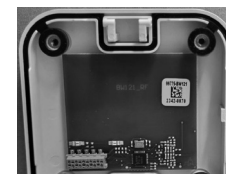

Fig. 11 : Joint en caoutchouc
- Prenez maintenant à nouveau en main les deux parties de l'extender. Vérifiez que le joint en caoutchouc est correctement placé dans la rainure du boîtier du couvercle (Fig. 11).